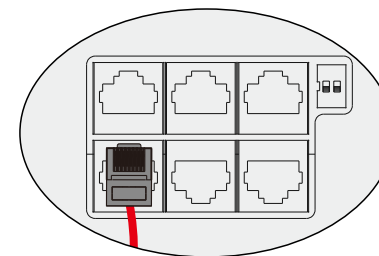

Figura 4.8-4 Interfaz RJ45
Paso 4. Conecte el terminal RJ45 en la posición correcta del inversor. Véase la figura 4.8-4